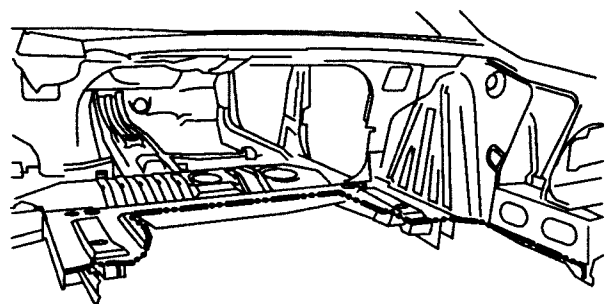

fig. CAR. 249
- Découper à l'aide d'une scie alternative comme indiqué (fig. CAR. 249).